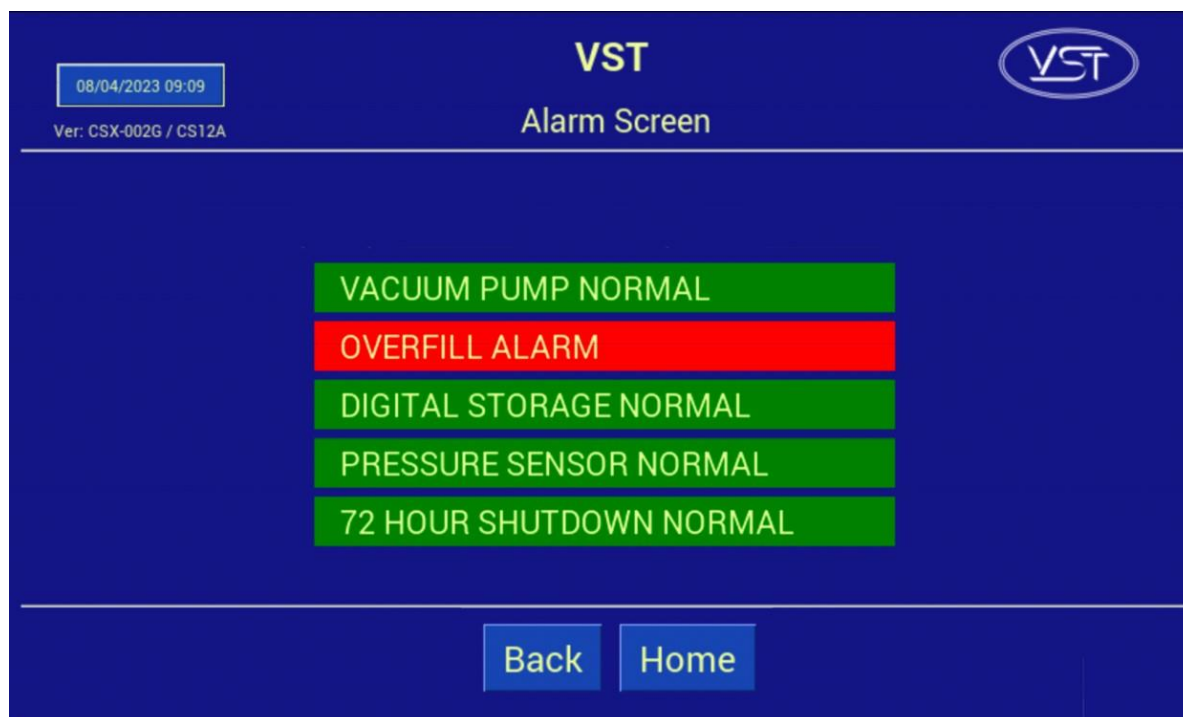

Figura 8-3: Ejemplo de la pantalla de alarmas de la GREEN MACHINE en el panel de control de VST
- Si se activa una alarma, la pantalla de alarmas mostrará la condición de alarma. **Vea la Figura 8-3.**